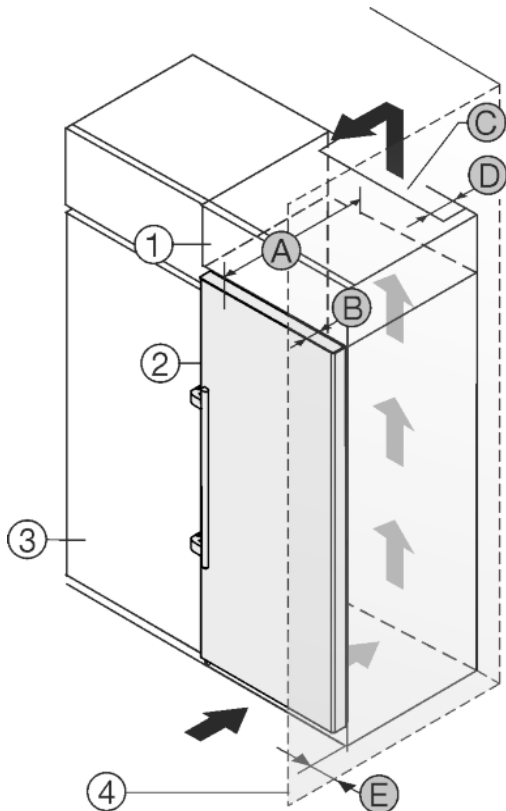

Fig. 21
L'apparecchio può essere incassato in mobili da cucina. Per adattare l'apparecchio Fig. 21 (2) all'altezza della cucina componibile, è possibile applicare sopra l'apparecchio un mobile da appoggio Fig. 21 (1).
L'apparecchio può essere installato direttamente accanto al mobile da cucina Fig. 21 (3). Per poter aprire completamente la porta, l'apparecchio deve sporgere almeno della profondità Fig. 21 (B) rispetto al frontale del mobile da cucina. L'apparecchio può sporgere ulteriormente a seconda della profondità dei mobili da cucina e dell'uso di distanziatori a parete.
- Sul retro del mobile da appoggio deve essere presente un vano di uscita dell'aria con la profondità Fig. 21 (D) sull'intera larghezza del mobile da appoggio.
- Sotto al soffitto del locale deve essere rispettata la sezione di ventilazione Fig. 21 (C).
Se l'apparecchio è installato con le cerniere accanto ad una parete Fig. 21 (4), deve essere rispettata la distanza Fig. 21 (E) tra apparecchio e parete, che corrisponde alla sporgenza della maniglia con la porta aperta.